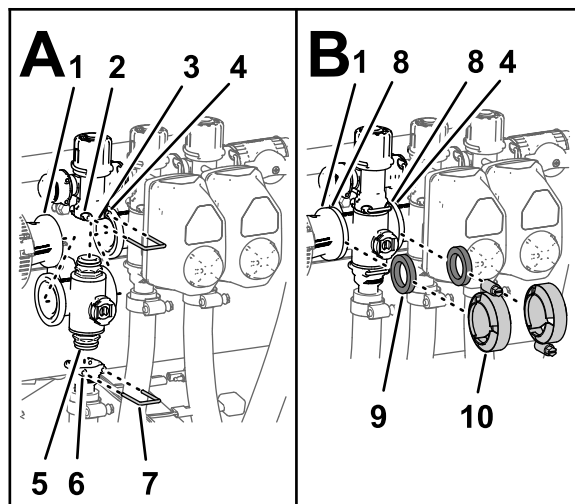

图83
- 将歧管阀的上端盖接头插入旁通阀接头 (图83 A)。
- 将卡环插入旁通阀接头的插槽，从而将端盖接头固定至旁通阀接头 (图83 A)。
- 将出口接头组装到歧管阀的下端盖接头上 (图83 B)。